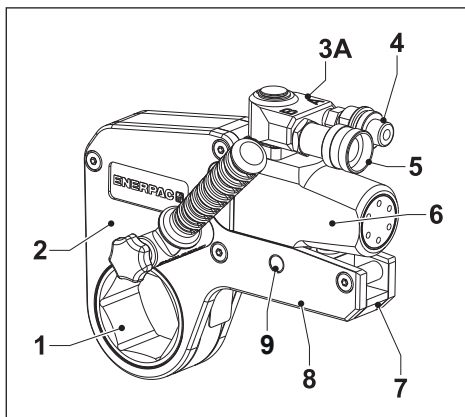

Fig. 1
- Använd aldrig nyckeln om du vet eller misstänker att drivenhetens hållarstift är slitet, böjt, skadat eller saknas. Drivenheten kan lossna från kassetten och bli till en farlig projektil. Se punkt 9 på sidan 10, Fig. 1 eller 2.
3.1 Översikt och detaljer (Fig. 1 och 2)